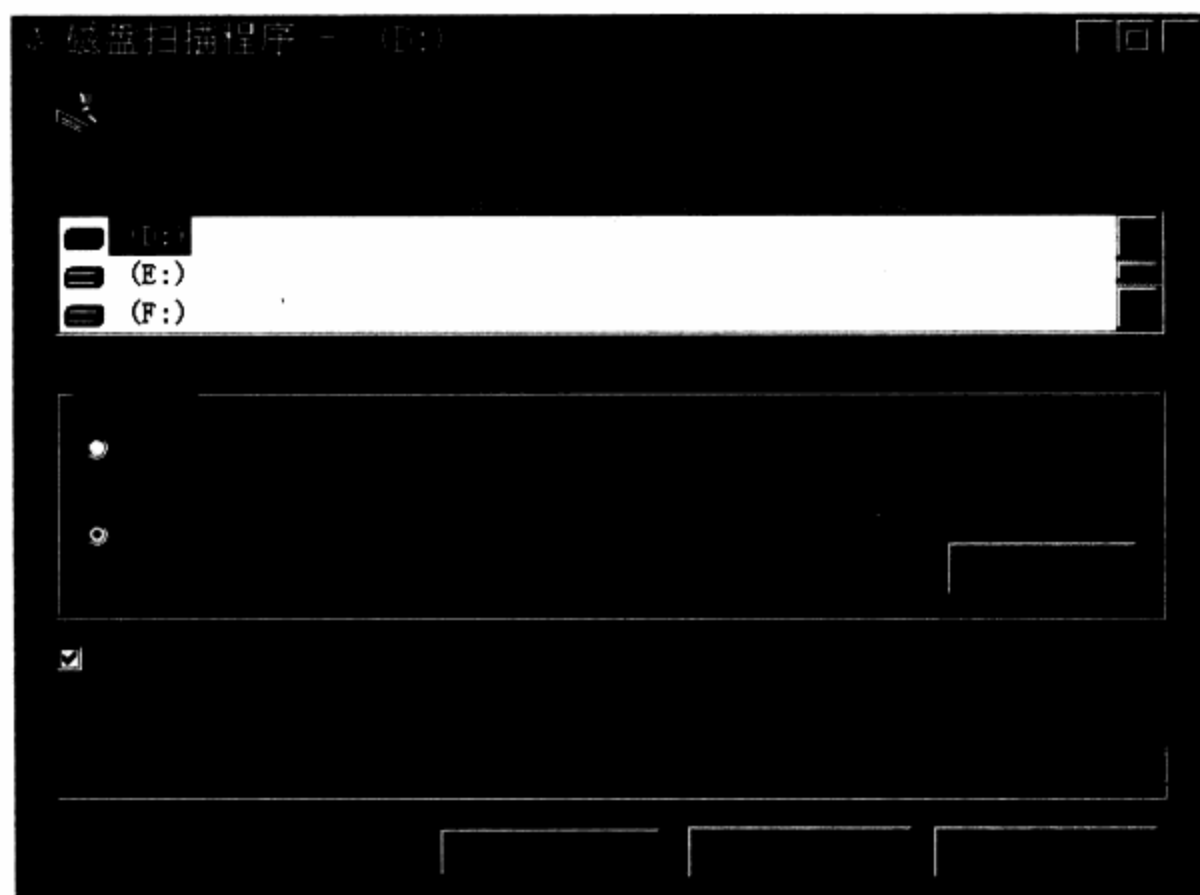
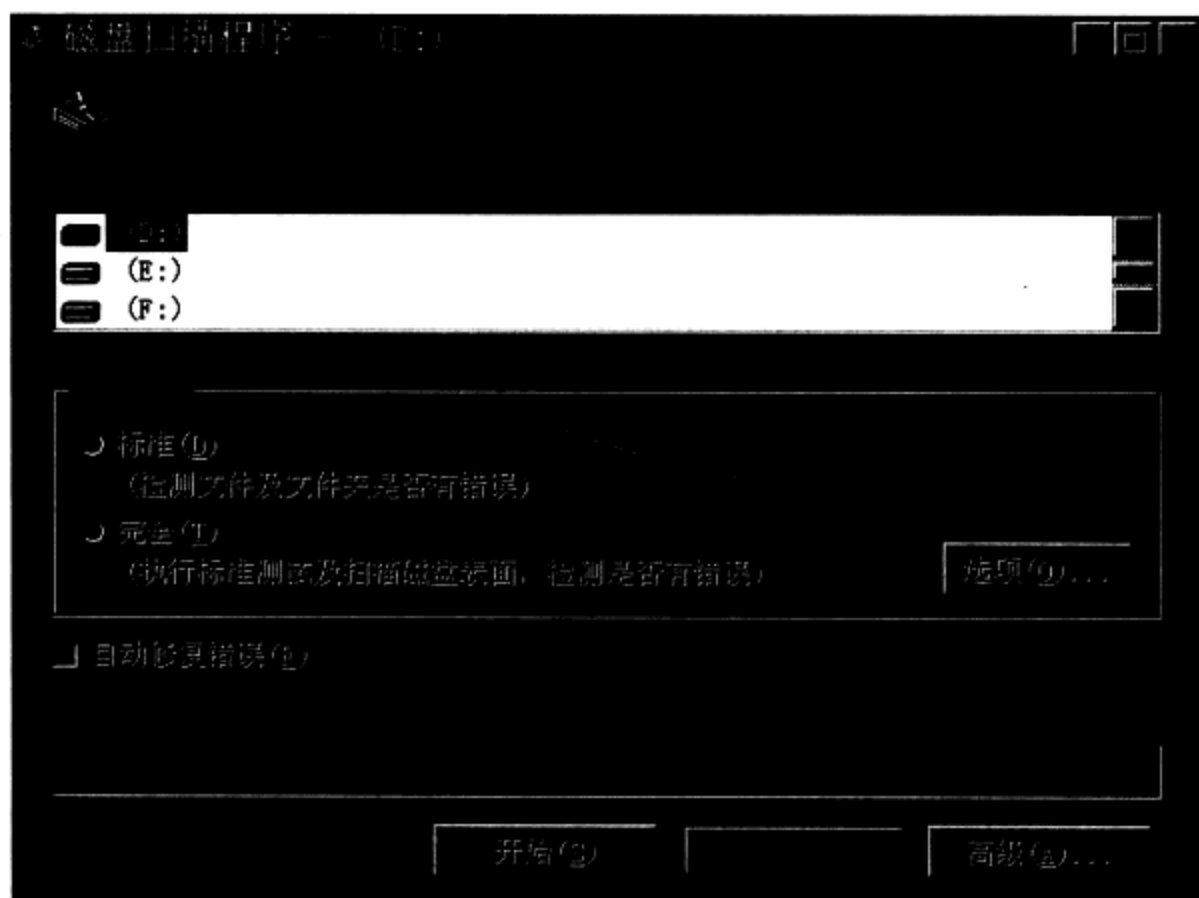

图14-7 磁盘扫描程序参数选择框图
图14-8 正在对磁盘表面数据区进行扫描
**步骤 02** 在随后出现如图14-7所示的磁盘扫描程序参数选择框图中,选中“完全”单选项和“自动修复错误”复选框。
**步骤 03** 扫描参数选择完成后,单击图14-7中的“开始”按钮。即开始对硬盘盘面作完全扫描处理,并且对可能出现的坏簇作自动修正。图14-8是正在扫描磁盘表面数据区的情况。